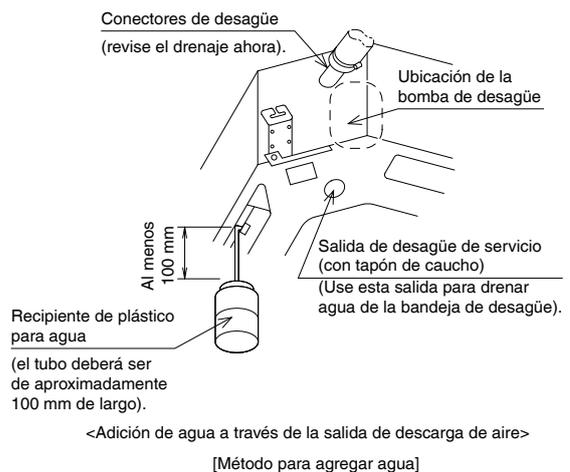
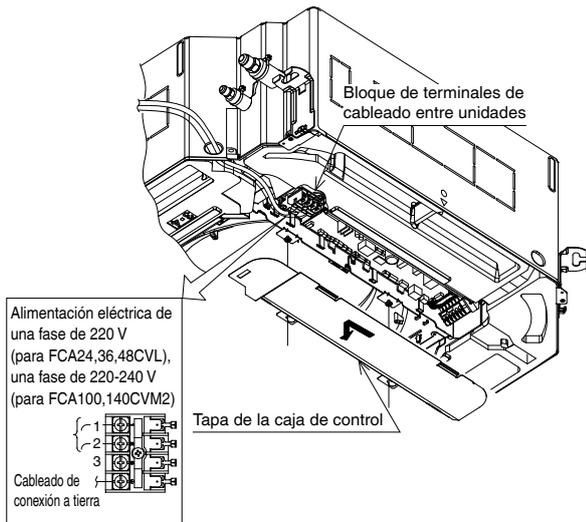

Fig. 23
Fig. 24
- Agregue aproximadamente 1 litro de agua lentamente desde la salida de aire y revise el flujo del drenaje. (Consulte la Fig. 23)
- Consulte la figura a continuación después de verificar el drenaje y la cantidad de material de aislamiento para el drenaje (14) e instale aislamiento térmico en el conector de desagüe.
- Cuando se activa la energía, la bomba de desagüe operará y usted puede verificar el desagüe a través de la parte transparente del conector de desagüe. (La bomba de desagüe parará automáticamente después de 10 minutos). Después de verificar el drenaje, instale la cantidad de material de aislamiento para el desagüe (14) y aislamiento térmico en el conector de desagüe.
- Después de confirmar el drenaje (Fig. 23, Fig. 24), desactive la energía y la alimentación eléctrica.